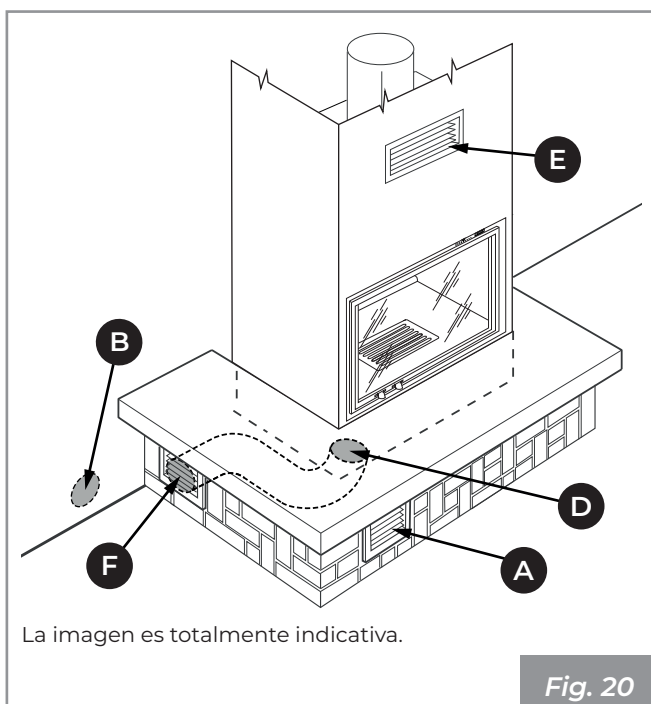

Fig. 20
- (Fig. 20): toma de aire (F) en el revestimiento, canalizadas hasta el fogón. Rejilla inferior (A) suministrada en el revestimiento y agujero de pared (B) para la recirculación del aire ambiental.